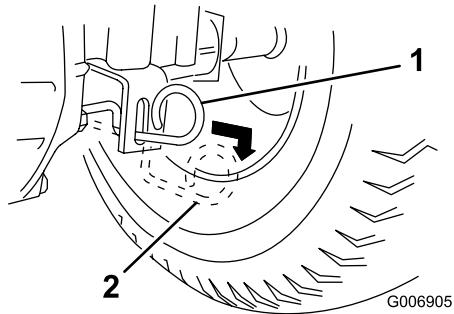

Figura 13
**Nota:** Esto desengrana el sistema de tracción y permite que las ruedas giren libremente.(Figura 13).
Mueva el control de transmisión a la posición "Operate" (Operar). Esto engrana el sistema de tracción (Figura 13).